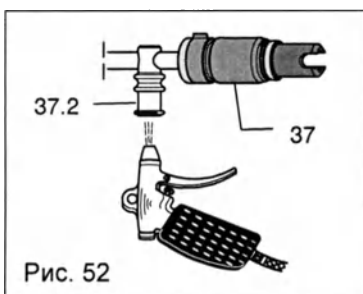

Рис. 52
- ◇ Промыть резектор ядра с штуцером Люэра (37) на штуцере Люэра (37.2) с помощью промывочного пистолета (рис. 52)